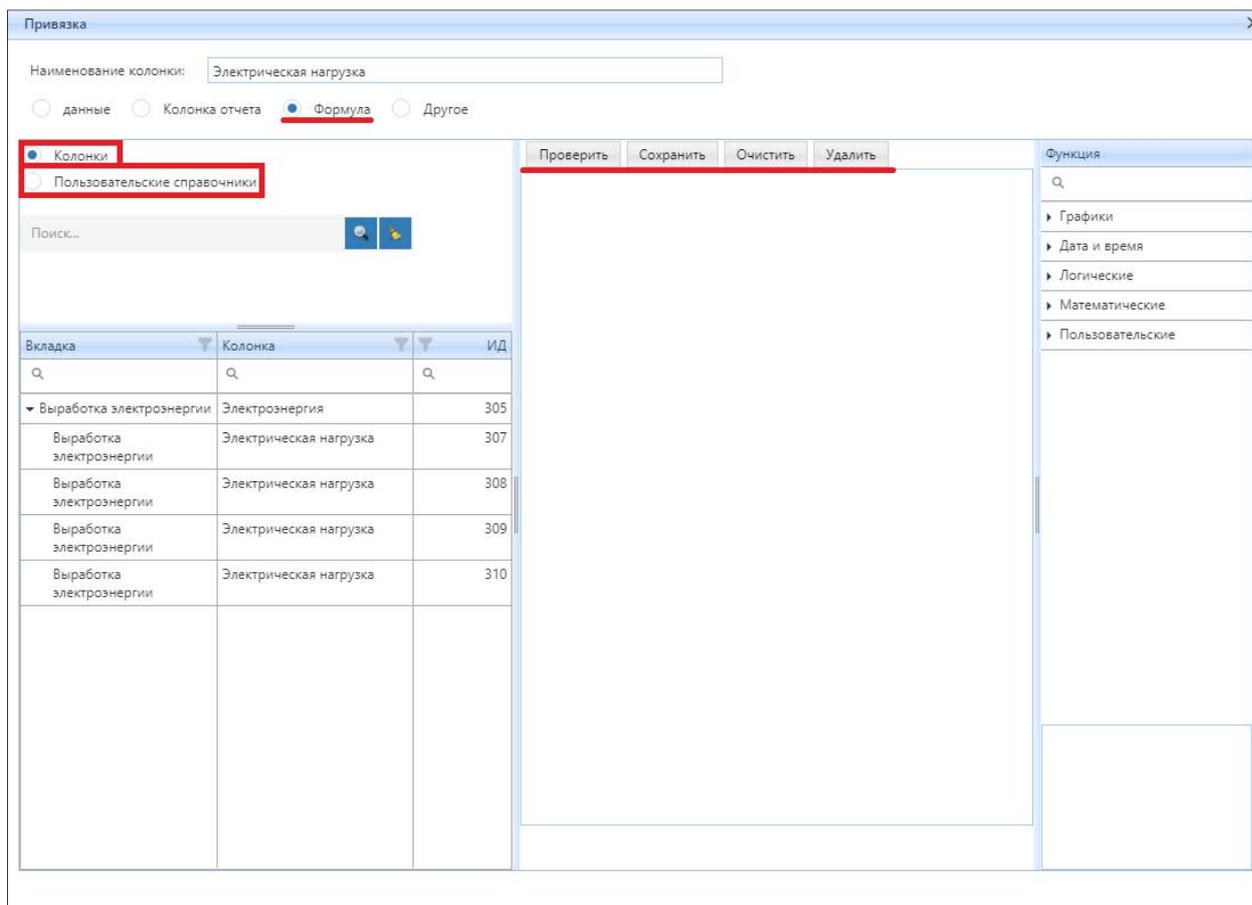

Рисунок 4.7.32 – Привязка к формуле
3. Индикатор (3) «Формула». Данный тип привязки позволяет произвести формульные преобразования между колонками сводного отчета, либо взять значения из пользовательских справочников переключив флажок индикатора с «Колонки» на «Пользовательские справочники» (рис. 4.7.32).
После выбора источника данных необходимо двойным нажатием ЛКМ выбрать колонку отчета или пользовательского справочника. Для вычислений можно добавить несколько колонок с разных источников и производить над ними арифметические действия используя знаки «+», «-», «*», «/» или доступные функции (рис. 4.7.32).